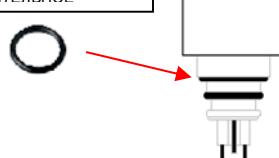

Рис. 4
- Вставьте прилагаемое уплотнительное кольцо снизу и поместите его под установочную гайку нагревателя (рис. 4).